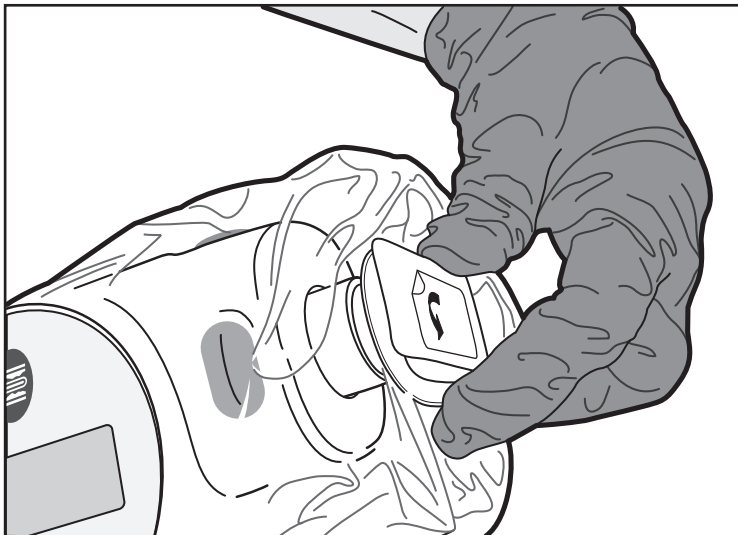
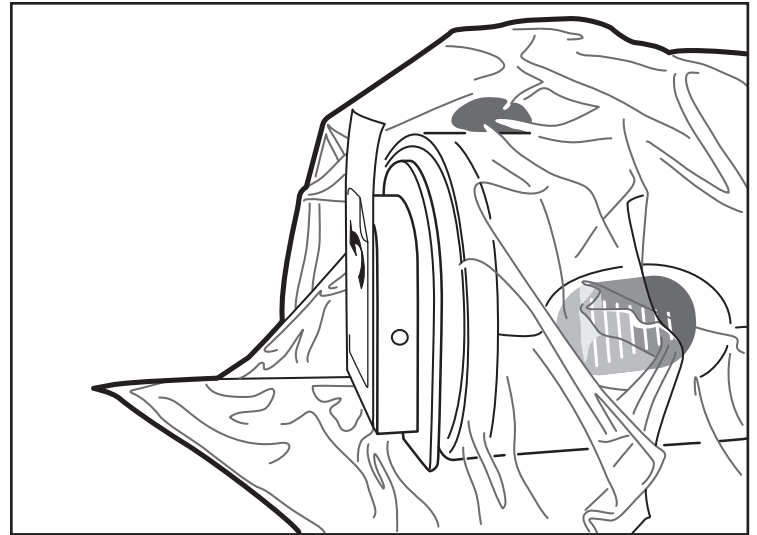

Abbildung 7. Befestigen der Frontplatte
Abbildung 8. Befestigte Frontplatte
8. Zum Befestigen des Beutels an der MDU5 PLUS Motorantriebseinheit richtet die sterile Person die Frontplatte am Beutel mit dem vorderen Ende der MDU5 PLUS Motorantriebseinheit aus (Abbildung 7) und drückt diese vorsichtig an, um die Verbindung zu sichern. Zwischen der Frontplatte und dem vorderen Ende dürfen keine Materialien eingeklemmt sein. Überschüssiges Beutelmaterial im Bereich um und hinter der Verbindung ist normal (Abbildung 8).